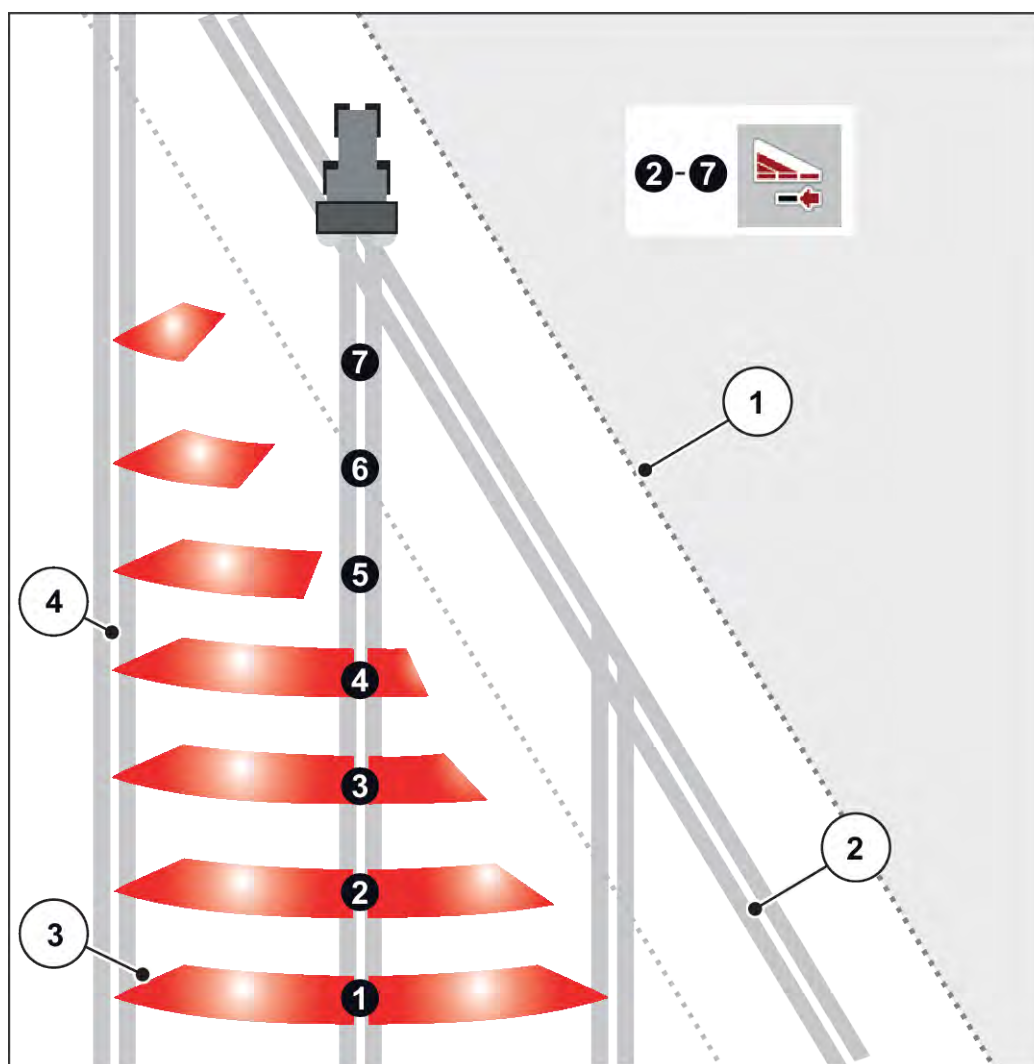

Fig. 47: Comandă automată a lățimii parțiale
- Comutarea lățimii parțiale este posibilă dinspre exterior spre interior sau din interior spre exterior. Consultați *Fig. 47 Comandă automată a lățimii parțiale*